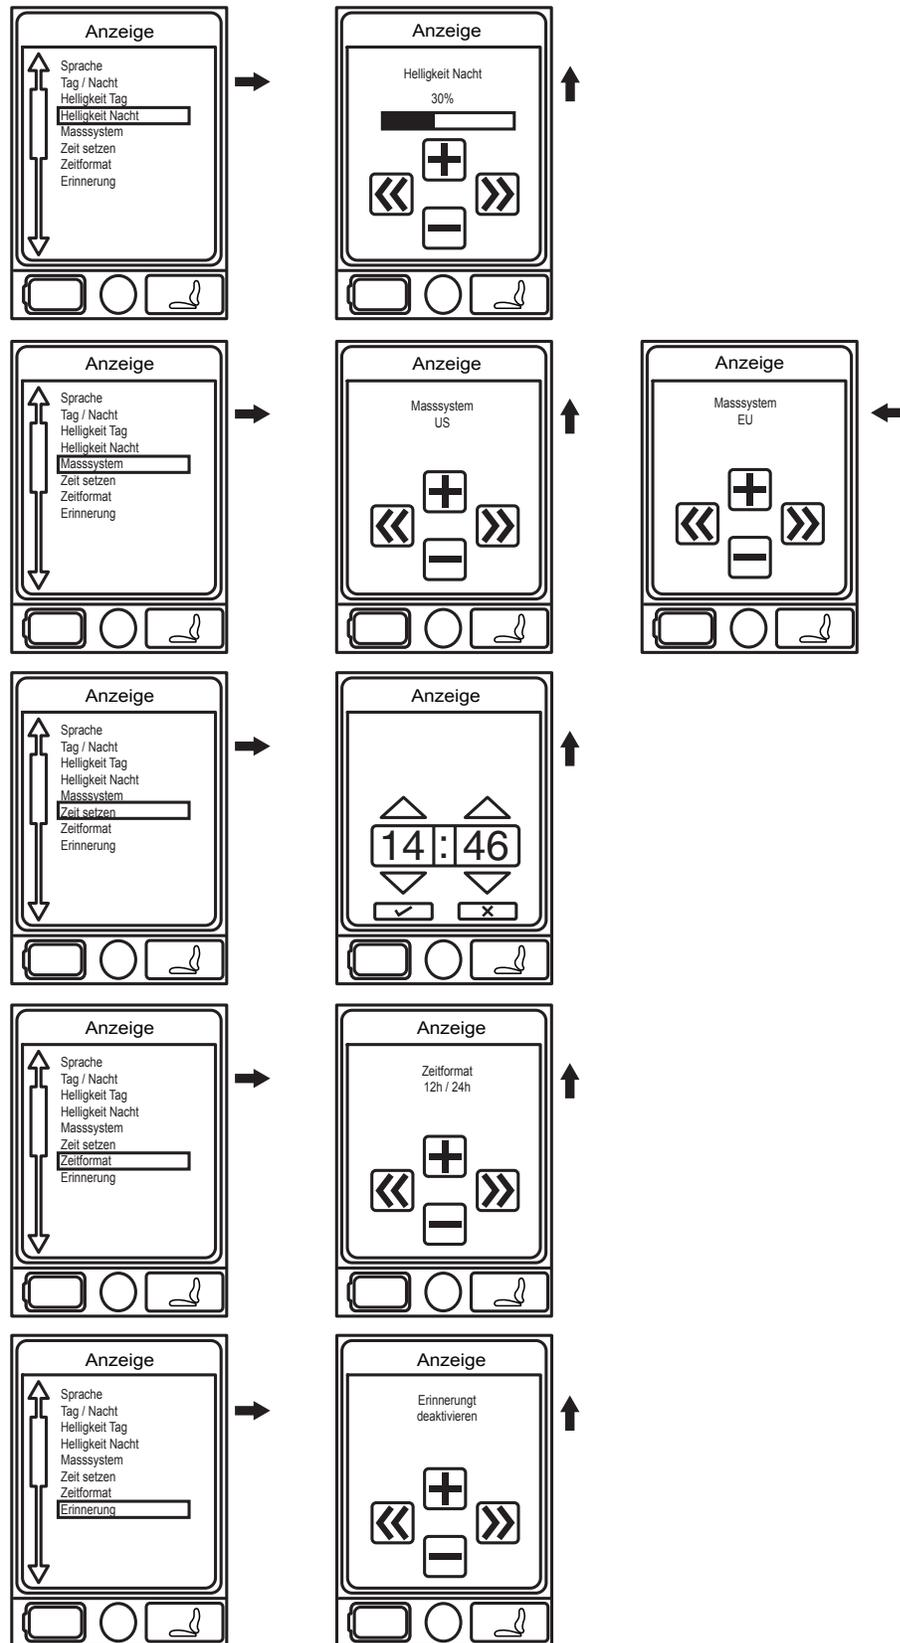

Abb. 5B. Hauptmenübildschirm
2. Drücken Sie die Menütaste, um das Hauptmenü aufzurufen. **Siehe Abb. 5B.**
3. Markieren Sie mit dem Joystick die Option "Handsteuerungseinstellungen" und drücken Sie dann den Joystick nach rechts, um diese Funktion auszuwählen. **Siehe Abb. 5B.**
6. Markieren Sie mit dem Joystick die Option "Max" und drücken Sie dann den Joystick nach rechts, um diese Funktion auszuwählen. **Siehe Abb. 5B.**
7. Drücken Sie den Joystick nach links, um die ESC-Option auszuwählen und wieder zum Menü für Ton und Bildschirmanzeige zurückzukehren. **Siehe Abb. 5B.**